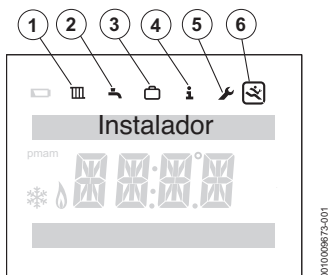

Fig. 13 Indicación de menú de instalador
- Pulsar la tecla **menú** y retorno hasta que se visualice el menú principal en el menú de servicio (→ fig. 13).